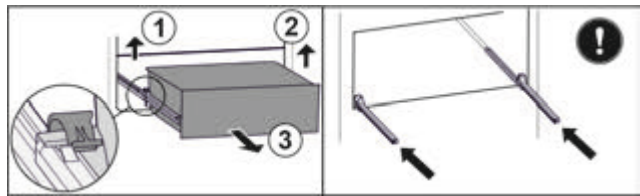

Fig. 80
- Підняти лівий затискач і одночасно висувний ящик ліворуч потягнути вперед. Fig. 80 (1)
- Підняти правий затискач і одночасно висувний ящик праворуч потягнути вперед. Fig. 80 (2)
- Вийняти висувний ящик рухом вперед. Fig. 80 (3)